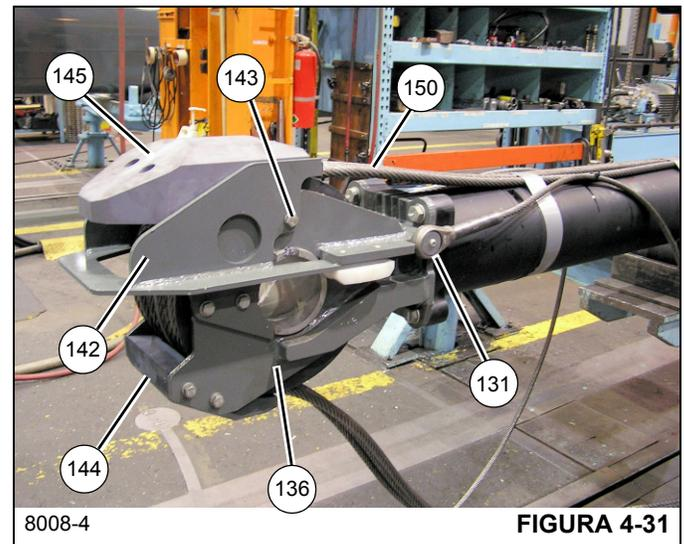

FIGURA 4-31
- Instale los cuatro pernos niveladores (93) y las ocho tuercas (28) en la punta de la pluma.
- Fije los extremos opuestos de los dos cables de retracción de la sección telescópica 4 (131) al miembro soldado del montaje de la polea del cilindro telescópico (136) utilizando los pernos (149) y las arandelas planas (148) (vea la Figura 4-31).